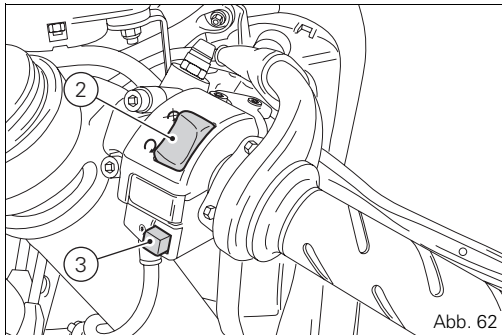

Abb. 62
2) Sicherstellen, dass sich der Stopschalter (2, Abb. 62) auf  (RUN) befindet, dann den Startknopf (3, Abb. 62) drücken.